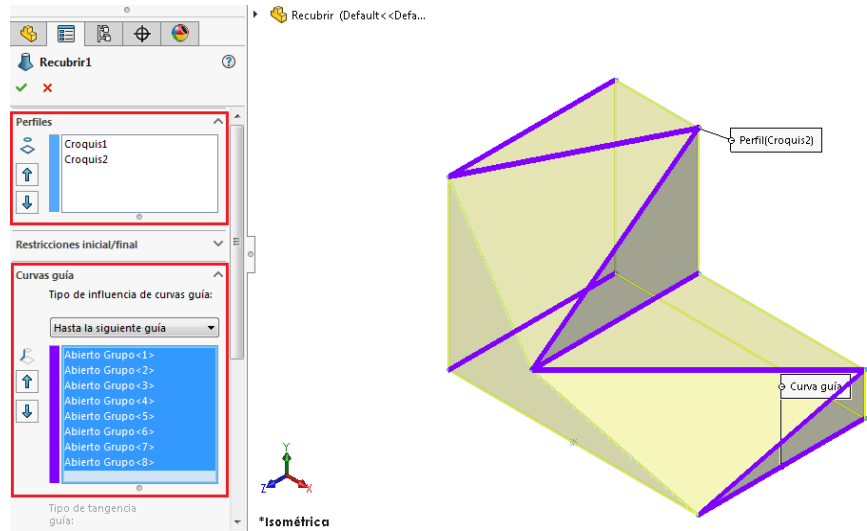
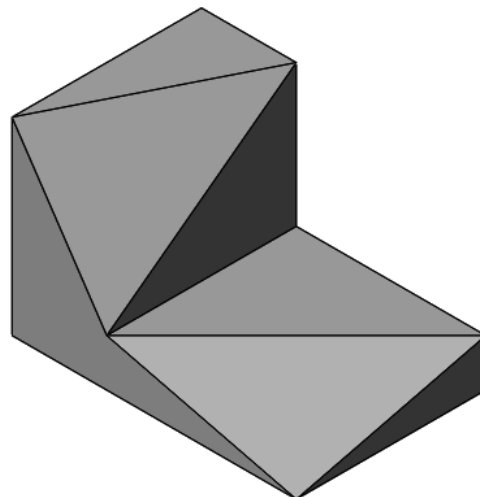

Ilustración 123
Ilustración 124
Paso 3: Se da clic en la operación **Recubrir**  ubicada en la pestaña de operaciones, a continuación aparece el menú de operación en la parte izquierda de la pantalla en donde se seleccionan los dos perfiles previamente dibujados y una por una las curvas guía (líneas del croquis 3D) creando un bosquejo (ver ilustración 123), al finalizar la operación se obtiene la pieza deseada (ver ilustración 124).